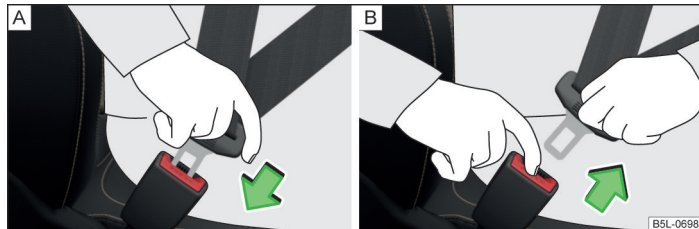

Fig. 138 Colocar y quitar el cinturón de seguridad
- » Introduzca la lengüeta en el cierre correspondiente al asiento » fig. 138 - [A] hasta que se oiga como encaja.
- Pulse la tecla roja en el cierre del cinturón » fig. 138 - B, la lengüeta de cierre saldrá disparada.